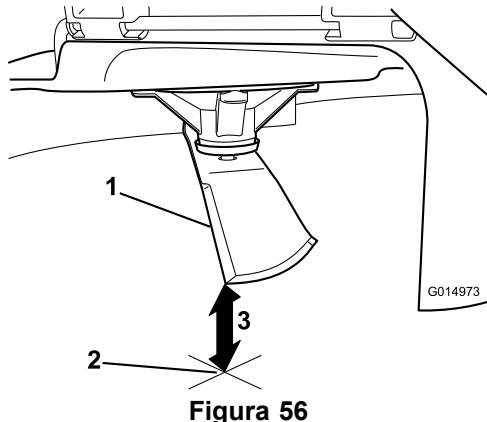

Figura 56
5. Misurate dalla punta della lama alla superficie piana (Figura 56).